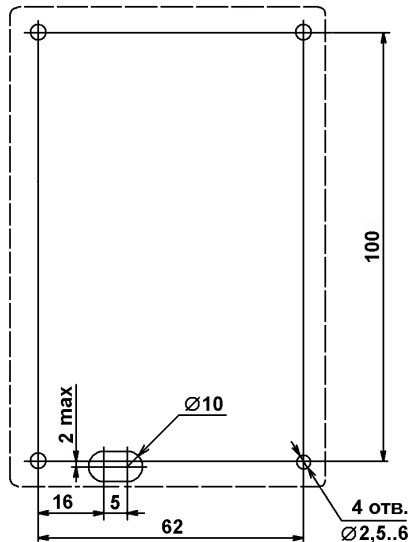

Рисунок 18 – Крепление контроллера (установочные размеры)
- 2) Прорезать в стене канал для укладки кабеля контроллера (п. 2, поз. 2), или выполнить в лицевой панели стены отверстие (см. рисунок 18) для протяжки кабеля;